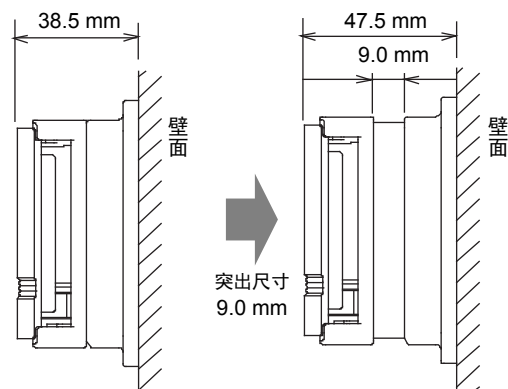

图 19. 高度变更: 本体突出的状态
5) Neosensor本体突出的状态(图19)表示安装完毕。隔热板安装的场合也请按同样的步骤安装。